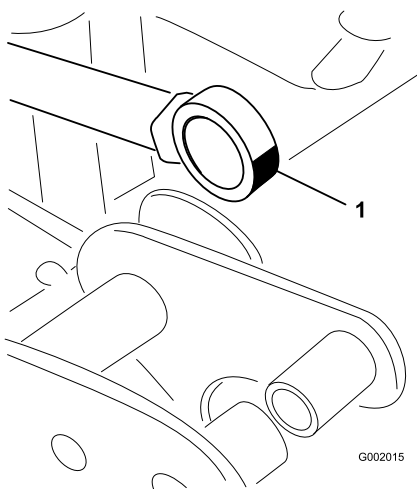

図 38
5. アクチュエータロッドのベアリング端部を動かしながらベアリング内部にグリスを注入する(図 38)。